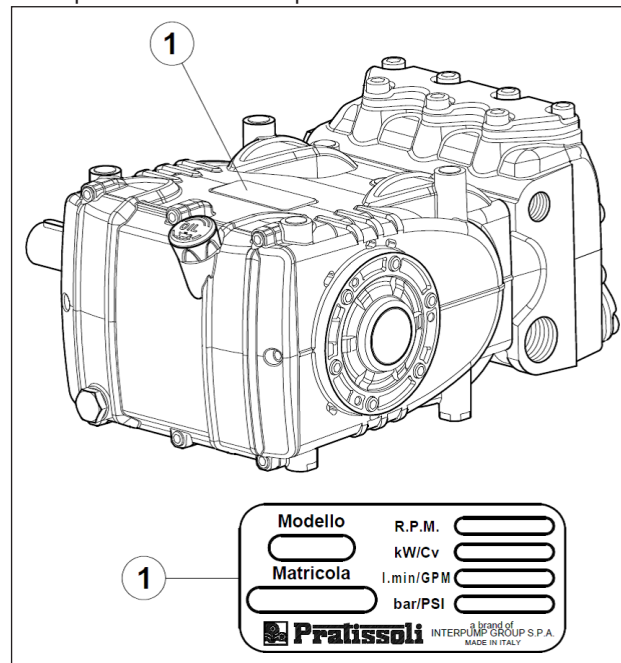

Fig. 1
Cada bomba tem uma placa de identificação, ver pos. ① da Fig. 1, que relaciona: